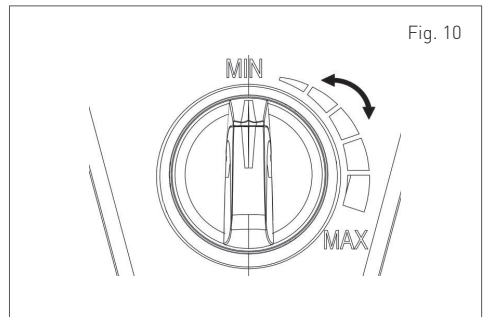

Fig. 10
**(3) Método de limpeza recomendado:**
- Borrife o lixo solto ajustando o fluxo do detergente (fig.10).